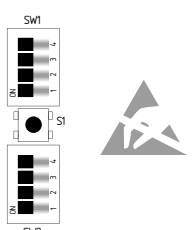

図 3
時間設定 (図3, 図4参照)
- ディップスイッチはセーフティリレーユニットの前面カバーの直ぐ下に配置されています (図3, 図4参照)。